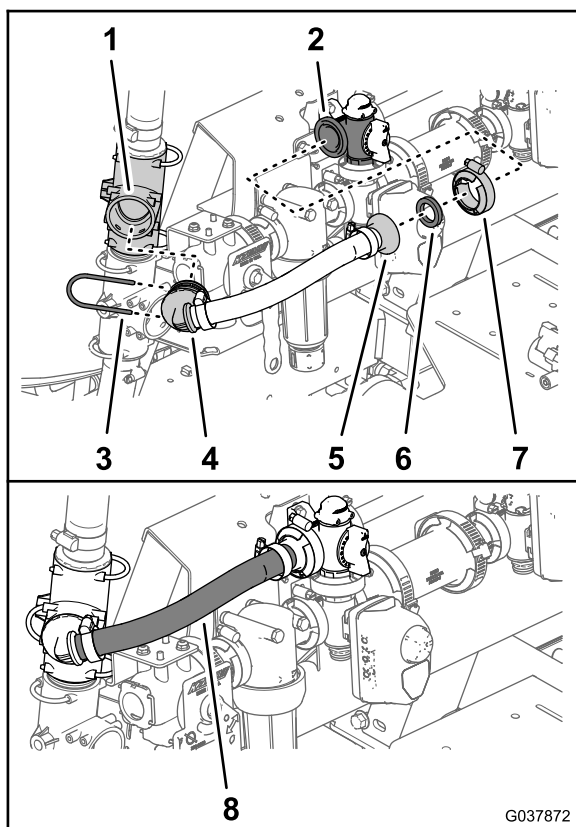

Figura 69
2. Montate il raccordo dentellato a 90° del flessibile di bypass dell'agitatore sul raccordo a T superiore (Figura 69) con il fermo che avete rimosso al passaggio 2 di Rimozione dei flessibili di bypass dell'agitatore e di alimentazione dell'irroratrice (pagina 18).
3. Fissate il raccordo flangiato dentellato del flessibile di bypass dell'agitatore e la guarnizione - 25 x 35 mm (1 x 1-3/8 poll.) alla flangia della valvola di bypass dell'agitatore (Figura 69) con un morsetto flangiato - 40 - 64 mm (1-9/16 - 2-1/2 poll.).